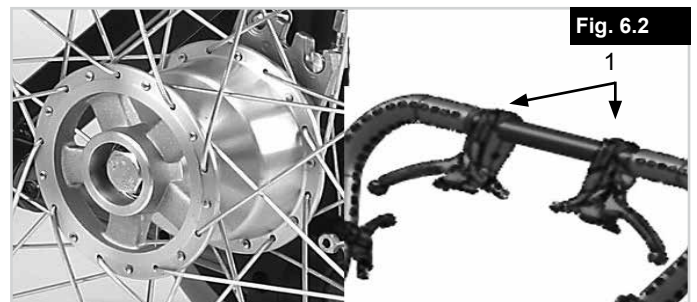

Fig. 6.2
Trommelremmen helpen een begeleider om veilig en goed te remmen. Ze kunnen met behulp van de borgpennen (1) ook worden geactiveerd om weggrollen te voorkomen. Deze pennen moeten hoorbaar op hun plaats klikken. Trommelremmen zijn niet afhankelijk van de luchtdruk binnen in de banden. U kunt uw rolstoel niet verplaatsen wanneer de trommelremmen ingeschakeld zijn (Fig. 6.2).